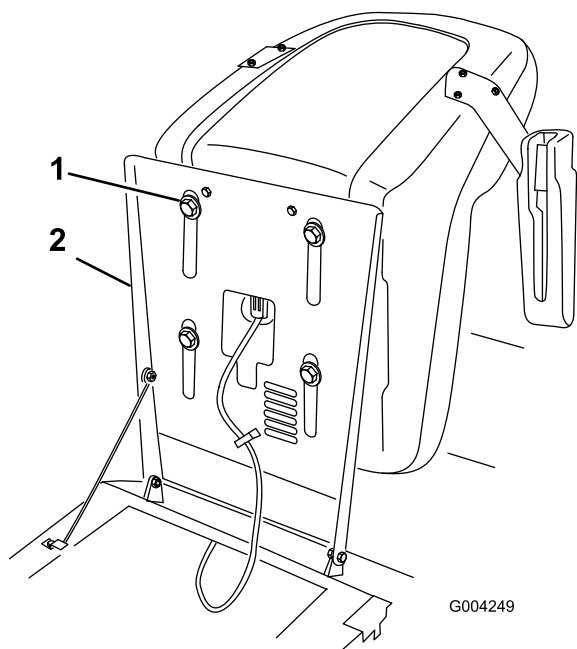

Figure 18
1. Soulevez le siège et desserrez les boulons de réglage (Figure 18).